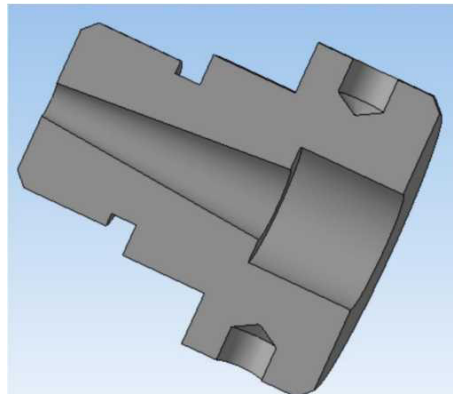

Рисунок 9.
7. Для точной проверки всех внутренних размеров детали сделаем вырез по плоскости ZY, для чего на панели инструментов *Компактная* выберем **Редактирование детали 1** и нажмем кнопку **Сечение поверхностью 2** и выберем плоскость ZY 3, рисунок 9.